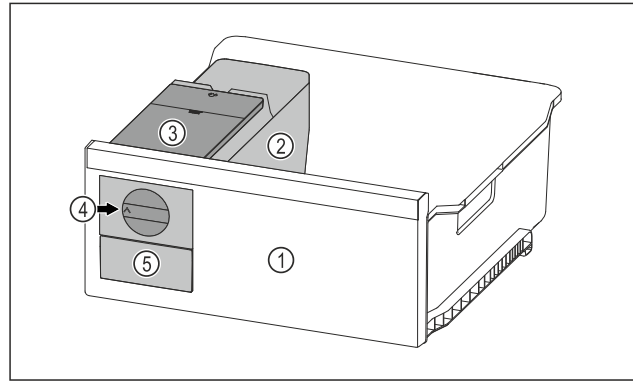

Fig. 125 Beispielhafte Darstellung
- ▶ Drehknopf Fig. 125 (4) im Uhrzeigersinn bis zum Anschlag drehen.
- ▷ Eiswürfel fallen aus der Eiswürfelschale in das Eiswürfelschubfach Fig. 125 (5).